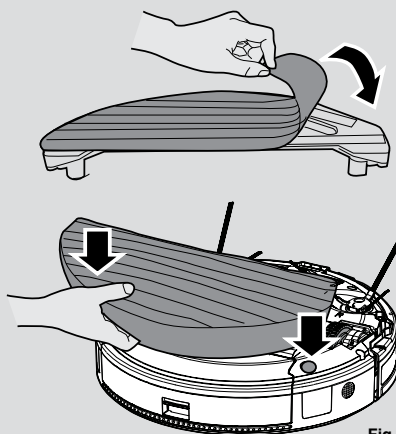

Fig. 15
3. Juster vandtanken med robottenS nederste del, og skub den ind i dens korrekte position, indtil du hører et klik, der indikerer at den sidder korrekt. [Fig. 15]